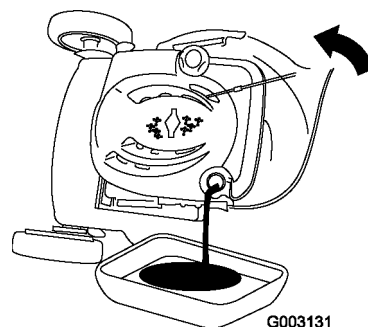

Рисунок 38
3. Для слива отработанного масла через маслозаливной патрубкок переверните газонокосилку набок воздушным фильтром вверх (Рисунок 38).